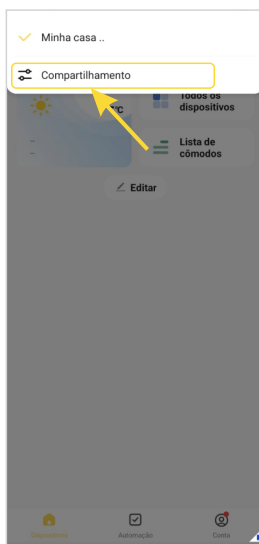
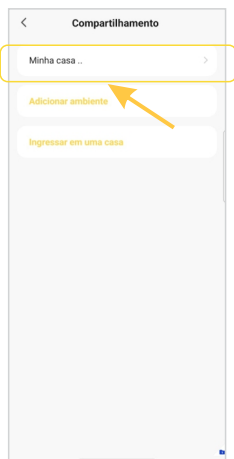

Figura 2
Figura 3
2. No Pop Up, selecione a opção **"Compartilhamento"** (figura 2) e então selecione a opção **"Adicionar ambiente"** (figura 3) da próxima página.